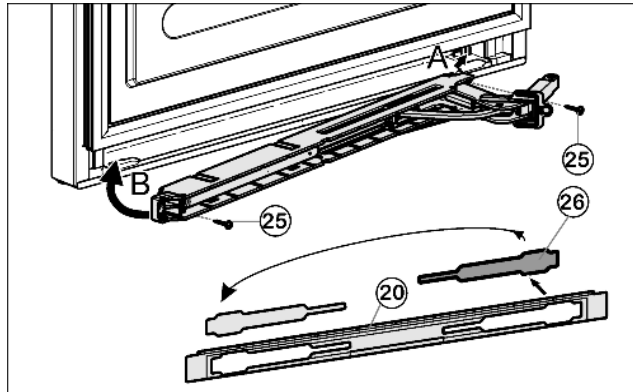

Fig. 15
- ▶ Освободите крышку Fig. 15 (26) из накладки Fig. 15 (20) и снова установите её на другой стороне.
- ▶ Зацепите (A) и поверните (B) узел амортизатора закрытия дверцы шарниром в сторону шарнира.
- ▶ Прикрутите (2 шт. Torx 15) Fig. 15 (25) узел амортизатора закрытия дверцы.